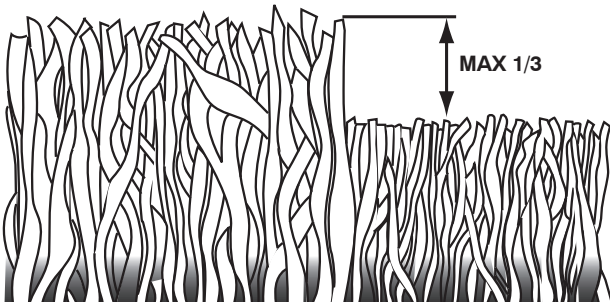

Figure 19
- Pour les meilleurs résultats, ajustez la hauteur de coupe de la tondeuse afin que la tondeuse coupe seulement le tiers du haut de l'herbe (Figure 19). Au cas où l'herbe est très haute, il sera nécessaire d'élever la hauteur de coupe pour réduire les efforts de propulsion, pour éviter de surchauffer le moteur et pour éviter l'agglutination et l'abandon de masses d'herbe coupée. Pour les conditions de broyer de l'herbe très difficiles, réduisez la largeur de coupe en imbriquant l'allée auparavant coupée et tondez lentement.
- Posez l'adaptateur de lame sur le vilebrequin de moteur. Assurez-vous que la clé dans l'adaptateur et le logement de clavette dans le vilebrequin sont alignés; et cette courroie d'entraînement est les étiquettes intérieures de la guide de courroie (Figure 19).